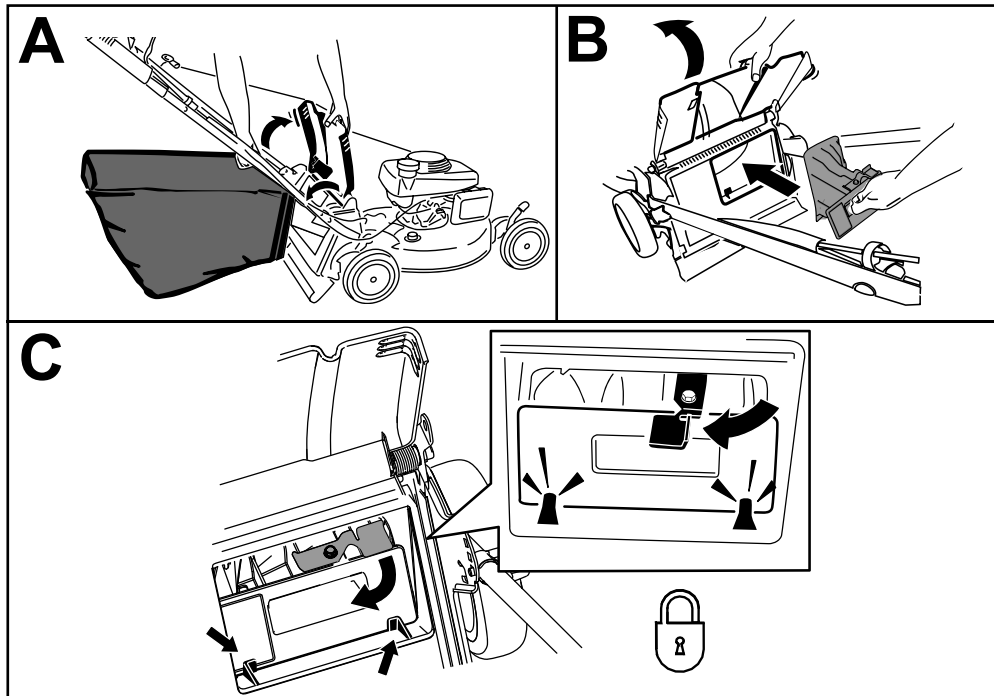

Figure 17
1. Relevez et maintenez le déflecteur arrière dans cette position, puis soulevez le bac à herbe par la poignée pour le dégager des crans des supports de poignée (encadré A de la Figure 17).
2. Installez l'obturateur arrière (encadré B de la Figure 17).
**Important:** Vérifiez que l'obturateur arrière est verrouillé en place. Pour verrouiller l'obturateur, appuyez fermement dessus jusqu'à ce qu'il s'enclenche en position derrière les pattes, et tournez le levier situé sur l'obturateur vers la gauche (encadré C de la Figure 17).